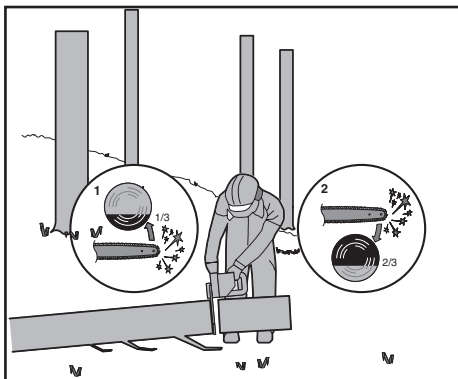

Figure.4
Lorsque la bûche est soutenue à partir d'une extrémité, comme illustré à la figure 4, veuillez couper 1/3 du diamètre de la partie inférieure (au-dessous du bâti) (1). Puis, réalisez la coupe finale en-dessous (2) du bâti de sorte qu'elle soit conforme à la coupe initiale.